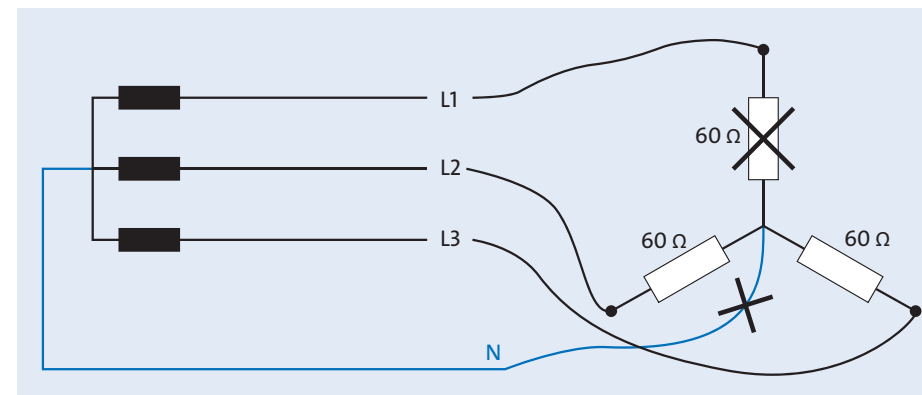

Abbildung 9.33 Ein defekter Widerstand stellt eine Unterbrechung des Stromkreises dar und der N-Leiter ist unterbrochen.
c) Wenn ein Widerstand und der N-Leiter unterbrochen sind, stellt sich die Schaltung so dar wie in Abbildung 9.33.